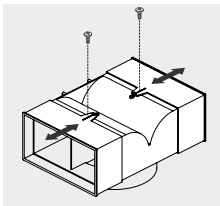

Figura 3
- Ajuste la longitud de las salidas del deflector de recirculación, de acuerdo al ancho del cubreductos. Asegure las salidas del deflector usando 2 tornillos ST 4.2X10. (figura 3).